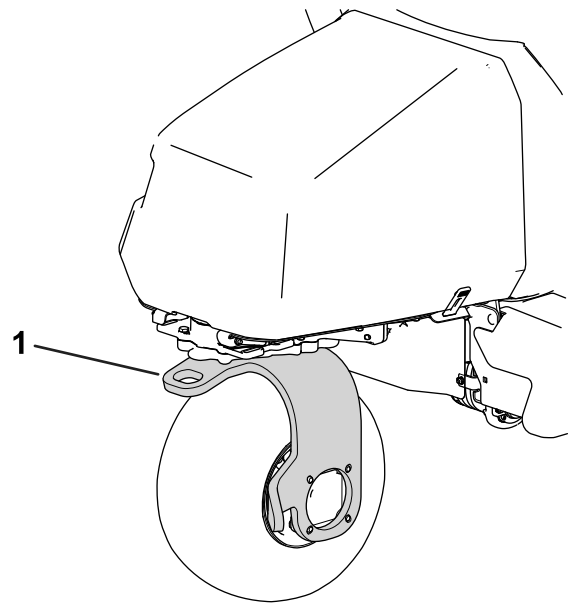

Bild 33
11. Verwenden Sie die hintere Laufradgabel zum Abschleppen der Maschine (Bild 33).